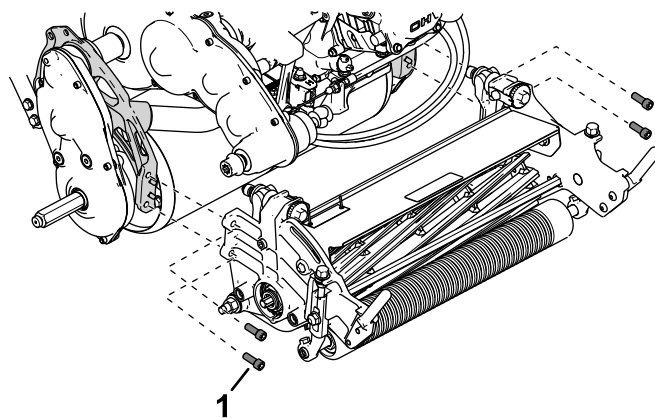

図 44
5. ソケットヘッドねじ 4 本でカッティングユニットをフレームに固定する 図 44。